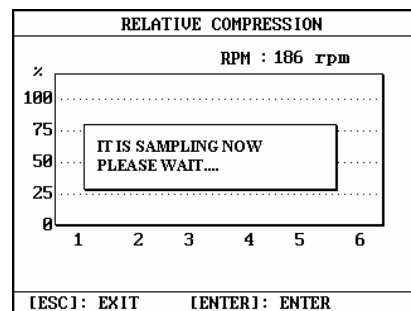
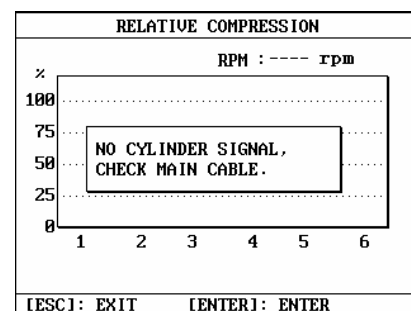

Abb.7-52
Abb.7-53
- ◆ Nach dem der Antrieb gestartet wurde, wird der Bildschirm, wie in Abb.7-52, angezeigt. KES-200 sammelt nun Daten. Wenn das Zylinder 1 Signalkabel nicht korrekt angeschlossen ist, wird der Bildschirm, wie in Abb. 7-53, angezeigt. Schließen Sie das Zylinder 1 Signalkabel korrekt und wiederholen Sie den Test.
- ◆ Wenn der Antrieb nach 50 Sekunden nicht gestartet werden kann, wird der Bildschirm, wie in Abb.7-53, angezeigt. In diesem Fall müssen Sie die [ESC] Taste drücken und dann wieder eintreten und den Test wiederholen.
Anmerkung: Wenn das Testkabel nicht korrekt angeschlossen ist, wird der Bildschirm, nach der Antrieb gestartet wurde, wie in Abb.7-53 angezeigt. Es ist notwendig [ESC] zu drücken, um den Test zu verlassen. to exit the test, Schließen Sie das Testkabel wieder an und wiederholen Sie den Test.